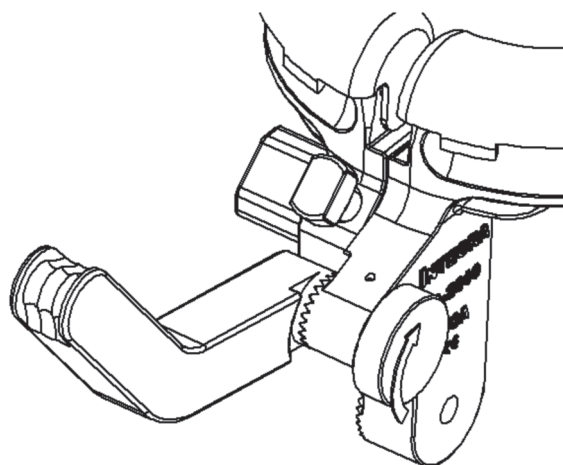

Abbildung 13
4. Drehen Sie den Umlenkbügel-Einstellknopf im Uhrzeigersinn, bis er fest angezogen ist (Abbildung 13).